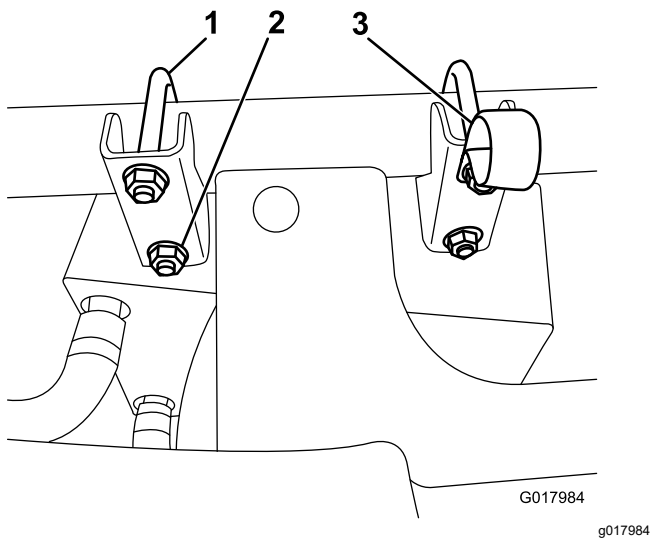

Figura 4
2. Fissate il riscaldatore e il gruppo staffa sul tubo della struttura anteriore utilizzando i bulloni a U e i dadi flangiati (Figura 4).
3. Fissate il serratubi a R sotto il dado superiore più vicino al centro della macchina (Figura 4).